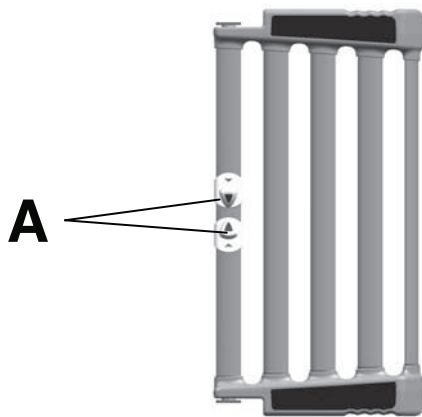

Figura 7 – Puerta de acceso
Para abrir las puertas de acceso, apriete los mandos de liberación (A) (Figura 7).